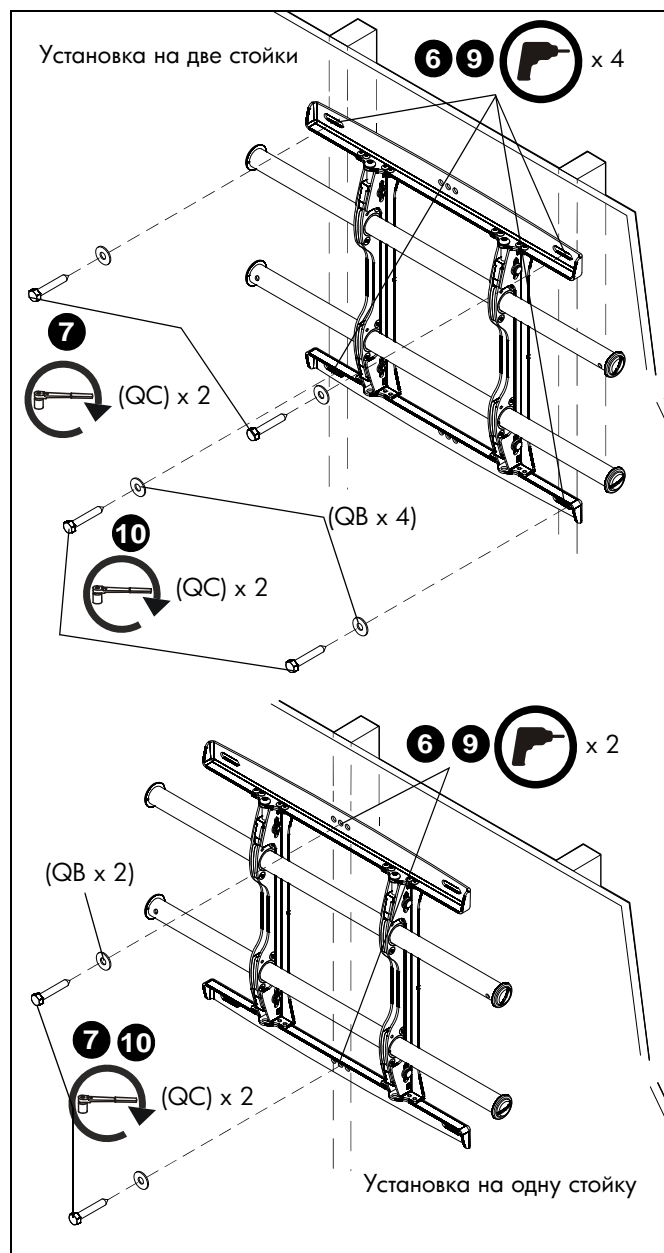

рис. 3
- С помощью двух болтов 5/16 x 2-1/2" (QC) и двух плоских шайб 5/16" (QB) [один болт и одна шайба для монтажа на одну стойку] прикрепите верхнюю часть крепления к стене. (См. рис. 3)
- Отметьте точки размещения нижних монтажных отверстий и убедитесь в том, что эти точки расположены на стойках каркаса. (См. рис. 3)
- Просверлите направляющие отверстия диаметром 5,5mm (7/32") в местах, отмеченных для нижних монтажных отверстий. (См. рис. 3)
- С помощью двух болтов 5/16 x 2-1/2" (QC) и двух плоских шайб 5/16" (QB) [один болт и одна шайба для монтажа на одну стойку] прикрепите крепления к стене через нижние монтажные отверстия. (См. рис. 3)